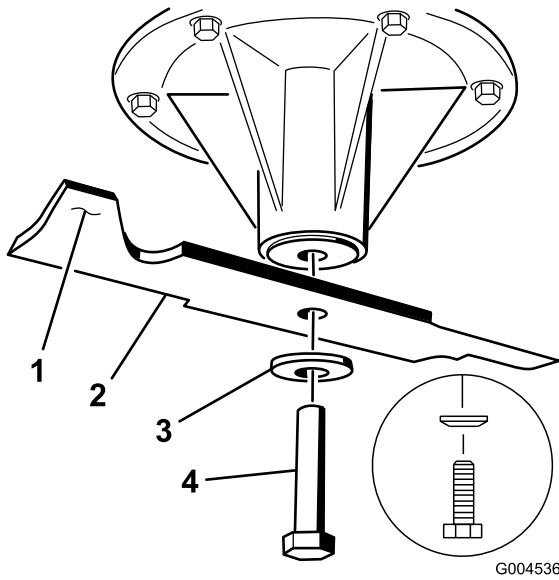

Bild 78
2. Nehmen Sie die Messerschraube, Wellenscheibe und das Messer von der Spindelwelle ab (Bild 78).
3. Feilen Sie, wenn das Schnittmesser nicht ausgewuchtet ist, vom Flügelbereich des Messers etwas Metall ab (Bild 78).